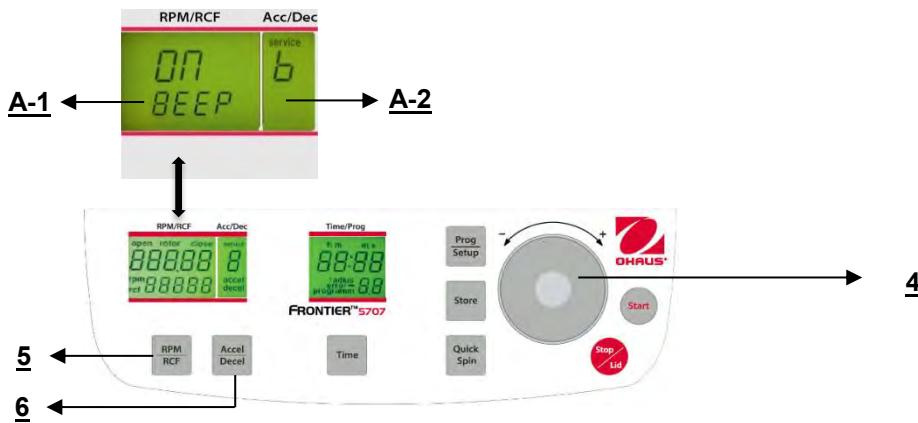

Abbildung. 32
Fahren Sie fort wie unter Punkt 4.1.2 beschrieben, um in den Programmmodus einzutreten und drücken Sie dann die Taste "Accel/Decel"(6). Auf der Anzeige "Acc/Dec" (A-2) blinkt das Wort "Service". Wählen Sie nun den Buchstaben "B" mit Hilfe des Anpassungs Wähl scheibe (4). Als Ergebnis erscheinen auf der Anzeige "RPM/RCF" (A-1) die Worte "ON/BEEP". Nach dem Drücken der Taste "RPM/RCF" (5) können Sie das Tastaturgeräusch mit dem Anpassungs Wähl scheibe (4) ein- (On) oder ausschalten (Off). (Siehe Abbildung 32).